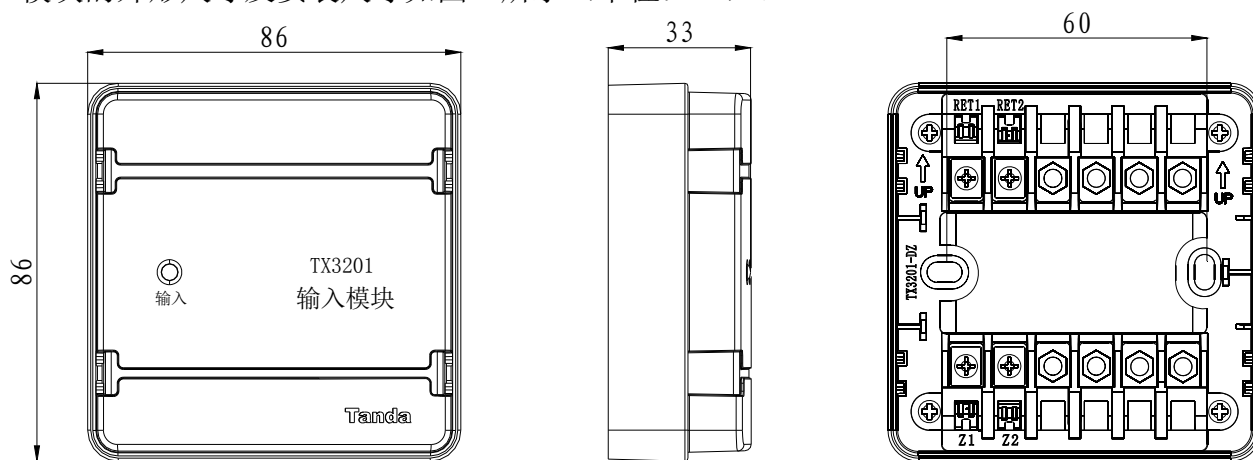

图 1 外形尺寸及安装尺寸示意图
1. 模块的外形尺寸及安装尺寸如图 1 所示 (单位: mm)。